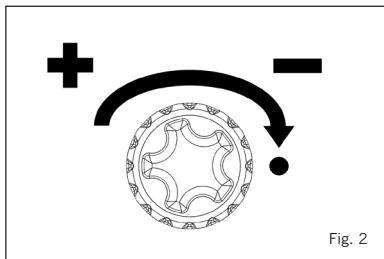

Fig. 2
- Tourner le bouton de contrôle sur le Power Pak dans le sens anti-horaire afin d'augmenter le débit de gaz (Figure 2).